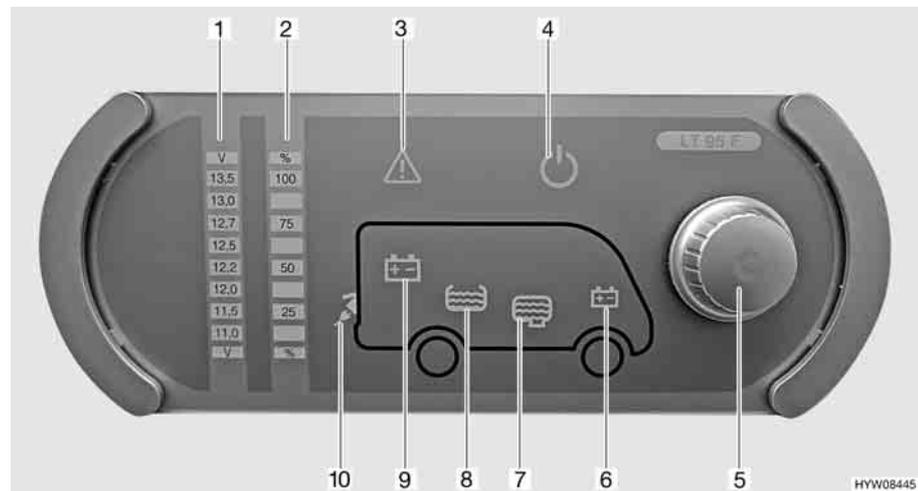

Fig. 91 Pannello di controllo (LT 95)
Il pulsante a rotazione (Fig. 91,5) inserisce o disinserisce il pannello di controllo e l'alimentazione a 12 V dell'abitacolo.
*Accensione:* ■ Premere il pulsante a rotazione (Fig. 91,5): L'alimentazione a 12 V dell'abitacolo è inserita. La spia di controllo a 12 V (Fig. 91,4) diventa verde.
*Spegnimento:* ■ Premere il pulsante a rotazione (Fig. 91,5): L'alimentazione a 12 V dell'abitacolo è disinserita. La spia di controllo a 12 V (Fig. 91,4) si spegne.
Mediante il pulsante a rotazione (Fig. 91,5) si possono interrogare sia la tensione della batteria dell'abitacolo che la tensione della batteria di avviamento. La tensione viene visualizzata sulla scala indicatore per la tensione della batteria (Fig. 91,1).
*Indicazione:* ■ Ruotare il pulsante a rotazione (Fig. 91,5), finché si accende il simbolo della batteria della quale deve essere interrogata la tensione.
Viene indicata la tensione della batteria dell'abitacolo (Fig. 91,9)
Viene indicata la tensione della batteria di avviamento (Fig. 91,6)
- Leggere la tensione sulla scala indicatore della tensione della batteria (Fig. 91,1).
Mediante il pulsante a rotazione (Fig. 91,5) si possono interrogare sia il livello del serbatoio dell'acqua che il livello del serbatoio delle acque grigie. Il livello viene visualizzato sulla scala indicatore livello dei serbatoi (Fig. 91,2).
- Ruotare il pulsante a rotazione (Fig. 91,5), finché si accende il simbolo del serbatoio del quale deve essere interrogato il livello.
Viene indicato il livello del serbatoio dell'acqua (Fig. 91,8)
Viene indicato il livello del serbatoio delle acque grigie (Fig. 91,7)
- Leggere il livello sulla scala indicatore del livello serbatoio (Fig. 91,2).
La spia luminosa Alarm (Fig. 91,3) lampeggia non appena i valori limite fissati vengono superati per eccesso o per difetto.
La spia luminosa Alarm (Fig. 91,3) lampeggia non appena la tensione della batteria scende al di sotto di 11 V. Se l'alimentazione a 12 V è accesa, si accende anche il relativo simbolo della batteria (Fig. 91,6 o 9), e l'indicatore "11,0" sulla scala indicatore della tensione della batteria (Fig. 91,1) lampeggia. Rischio di uno scaricamento totale della batteria.
La spia luminosa Alarm (Fig. 91,3) lampeggia ed il relativo simbolo del serbatoio (Fig. 91,7 o 8) si accende non appena il serbatoio dell'acqua è vuoto o il serbatoio delle acque grigie è pieno.
La spia di controllo a 230 V (Fig. 91,10) si accende quando all'ingresso della centralina elettrica è presente una tensione di rete.